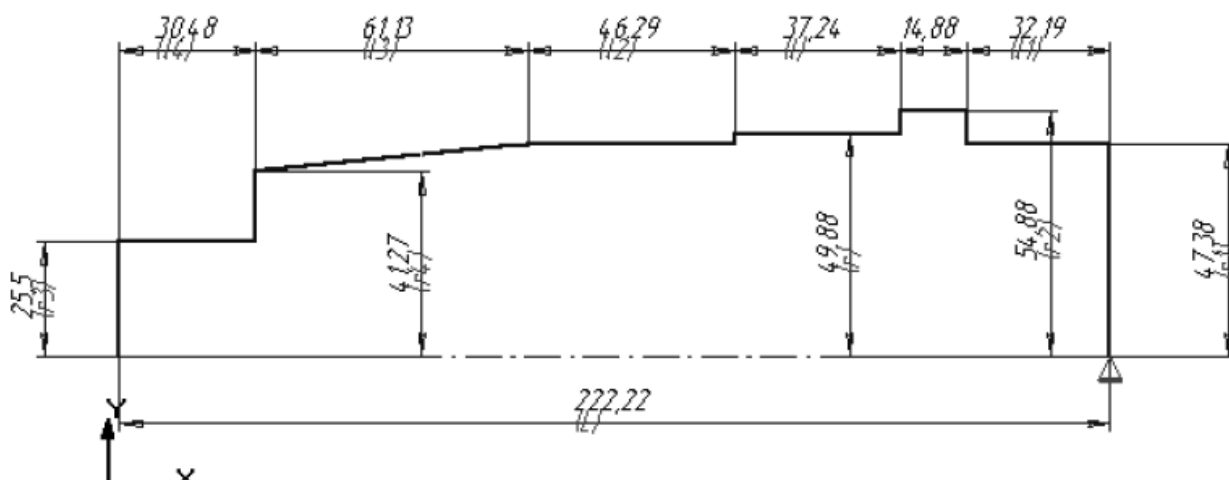
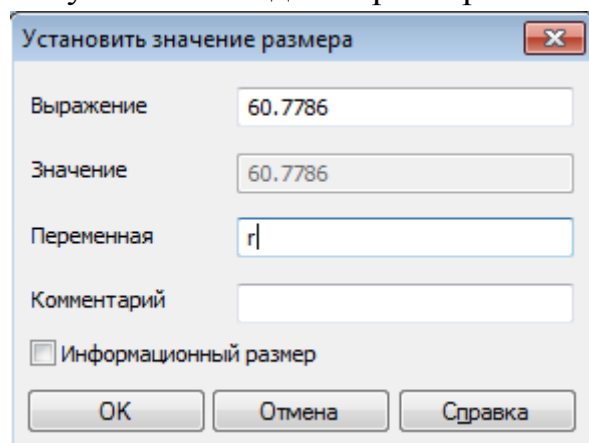

Рисунок 2.4 – Задание размеров вала
Рисунок 2.5 – Окно диалога для установки ассоциативных размеров
15) Расставьте линейные размеры для длин и радиусов участков вала (рисунок 2.4). При этом в окне диалога задавайте имя переменной, которая будет связана с размером (рисунок 2.5).